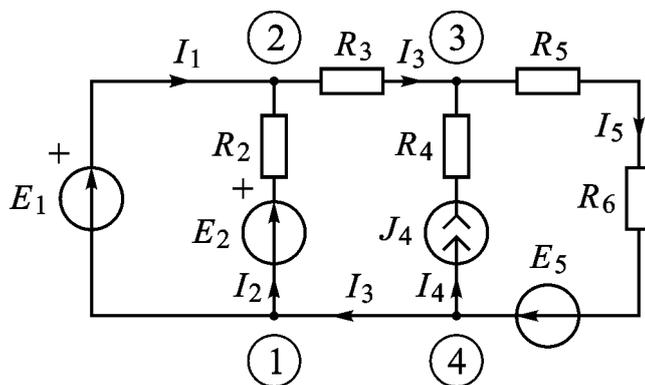

Рис. 5
2.1. Для схемы (рис. 5) в соответствии с данными своего варианта рассчитать токи $I_1 \dots I_5$ в ветвях и напряжения $U_{R_2} \dots U_{R_6}$ на элементах схемы методом наложения. Проверить результаты расчета по каждой частичной схеме и результирующие ответы по ЗТК для каждого узла схемы и по ЗНК для каждого контура. Результаты расчета записать в таблицу 5.
3.1. Собрать схему (рис. 5). Установить заданные значения элементов схемы.
– в схеме (рис. 5) измерить вольтметром потенциалы узлов $V_1 \dots V_4$ относительно узла, потенциал которого принят равным 0. Сравнить с рассчитанными значениями. Результаты измерений записать в табл. 6;